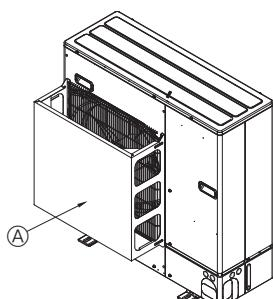

Fig. 2-5
- ② Monter en luftkanal (ekstrautstyr) hvis enheten monteres på et sted der sterkt vind fra en orkan osv. kan komme direkte inn i luftutløpet. (Fig. 2-5)